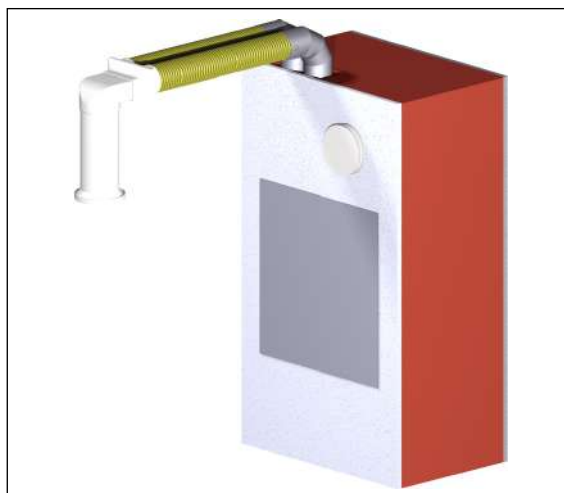

Abb. 5: Wandintegrierte Montage U2 mit Kanalanschluss
- Wandintegrierte Montage U2 mit Kanalanschluss (siehe Abb. 5 auf Seite 6)